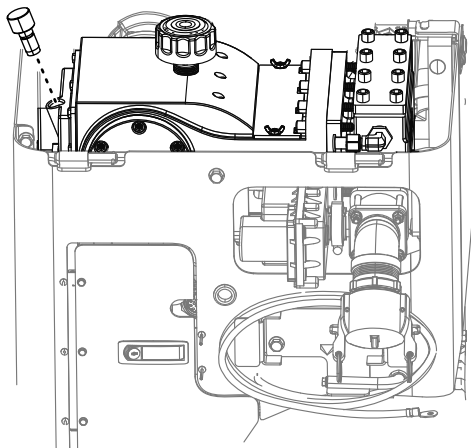
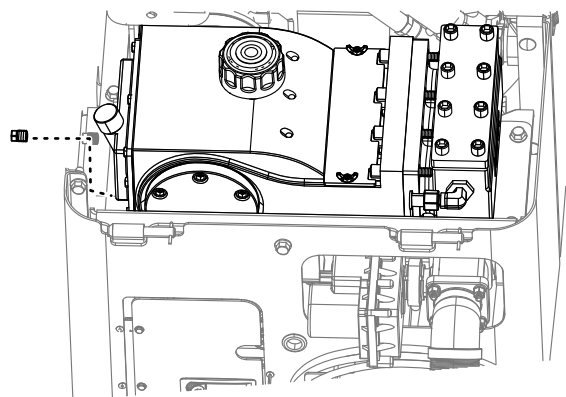

Bild 116
Bild 117
3. Entfernen Sie den Ölpeilstab (Bild 116).
4. Stellen Sie sicher, dass sich das Öl an der Ölstandmarkierung befindet, wie in Bild 116 abgebildet.
4. Entfernen Sie die Ablassschraube und stellen Sie eine Auffangwanne unter das Ablassloch (Bild 117).
6. Lassen Sie das Öl in die Auffangwanne abfließen (Bild 117).
8. Nehmen Sie die Öleinfülldeckel (Bild 117) ab und füllen Sie etwa 1,9 l Öl ein bzw. bis die Ölstandsmarkierung auf dem Peilstab erreicht ist, siehe Bild 116.